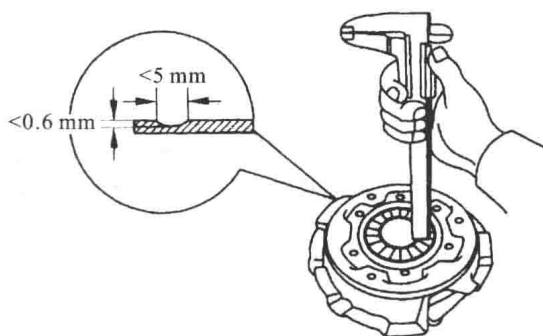

图 1-15 膜片弹簧磨损的检查
(2) 压盘的检验。
①压盘翘曲变形的检验。将压盘摩擦面扣合在平板上,用塞尺在其缝隙处测量,压盘表面不平度不得超过 0.2 mm。
②压盘表面光洁度检验。压盘表面不能有明显的沟槽,沟槽深度应小于 0.3 mm。
③压盘的翘曲或沟槽可用平面磨床磨平,加工后的厚度应不小于标准厚度 2 mm。
(3) 膜片弹簧式离合器膜片弹簧的检查。
①膜片弹簧磨损的检查。使用游标卡尺,测量膜片弹簧与分离轴承接触部位磨损的深度与宽度,如图 1-15 所示。磨损深度应小于 0.6 mm,宽度应小于 5 mm,否则应予以更换。